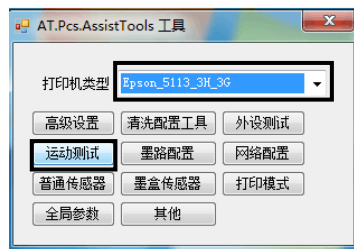

图 7.1 T 工具界面
1、双击打开“AT.Pcs.AssistTools.exe” ，进入 T 工具界面。选择当前机型为 Epson_5113_3H_3G 如图 7.1 点击“运动测试”，进入运动测试界面。